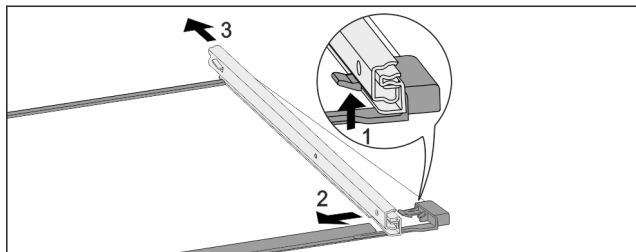

Fig. 200 Staklena ploča s vodilicama
- Prednji uskočnik pritisnite prema gore. Fig. 200 (1)
- Izvlačnu vodilicu povucite u stranu Fig. 200 (2) i prema natrag Fig. 200 (3).